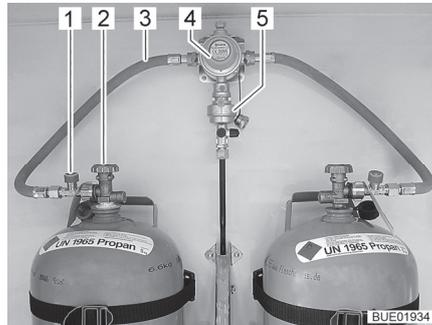
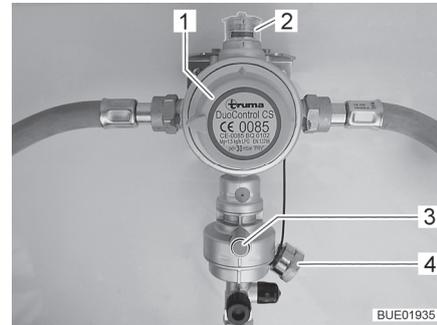

Bild 43 Gasflaschen mit DuoControl
Bild 44 DuoControl-Regelanlage
Die DuoControl-Regelanlage besteht aus einem Umschaltventil (Bild 43,4) und dem Crashsensor (Bild 43,5). Die DuoControl-Regelanlage ist zwischen den Gasschläuchen (Bild 43,3) mit Schlauchbruchsicherung (Bild 43,1) montiert. Mit dem Drehknopf (Bild 44,1) am Umschaltventil kann bestimmt werden, welche der Gasflaschen als Betriebsflasche und welche als Reserveflasche verwendet wird.
Am Sichtfenster (Bild 44,2) wird der Status der Gasversorgung angezeigt:
Der Betrieb mit nur einer Gasflasche ist zulässig, allerdings muss der offene Anschluss in diesem Fall mit dem Blinddeckel (Bild 44,4) verschlossen werden.
Der Crashsensor sperrt die Gaszufuhr bei erheblicher Erschütterung (z. B. Unfall) ab. Der Crashsensor wird durch Drücken des grünen Resetknopfs (Bild 44,3) in Betrieb genommen.
Die Schlauchbruchsicherung (Bild 43,1) sperrt den Gasfluss, wenn der angeschlossene Schlauch bricht. Die Schlauchbruchsicherung muss durch Drücken der grünen Taste aktiviert werden.
**Bedieneinheit** An der Bedieneinheit (Bild 45) wird die Gaszufuhr über die DuoControl-Regelanlage ein- und ausgeschaltet. Die Haupt-Absperrventile (Bild 43,2) der Gasflaschen und die Gasabsperrventile der Geräte müssen von Hand geöffnet werden.
- Mit dem Drehknopf (Bild 44,1) am Umschaltventil die Gasflaschewählen, der vorrangig das Gas entnommen werden soll (Betriebsflasche). Den Drehknopf immer bis zum Anschlag drehen.
- Haupt-Absperrventile (Bild 43,2) an den Gasflaschen öffnen.
- Grüne Taste der Schlauchbruchsicherung (Bild 43,1) drücken. Am Sichtfenster (Bild 44,2) wird die grüne Markierung angezeigt.
- Haupt-Absperrventile (Bild 43,2) an den Gasflaschen schließen.
Wenn die grüne Kontroll-Leuchte (Bild 45,6) während des Betriebs erlischt und die rote Kontroll-Leuchte (Bild 45,5) aufleuchtet, ist die Betriebsflasche leer und muss gewechselt werden. Am Sichtfenster (Bild 44,2) wird die rote Markierung angezeigt. Die Reserveflasche versorgt die Gasverbraucher weiterhin mit Gas.
- Drehknopf (Bild 44,1) eine halbe Drehung in Richtung der aktuell verwendeten Gasflasche drehen. Damit ist diese Gasflasche jetzt die Betriebsflasche, die leere Gasflasche wird zur Reserveflasche. Die Markierung im Sichtfenster (Bild 44,2) wechselt von rot auf grün.
- Haupt-Absperrventil (Bild 43,2) an der leeren Gasflasche schließen. Pfeilrichtung beachten.
- Grüne Taste der Schlauchbruchsicherung (Bild 43,1) drücken.